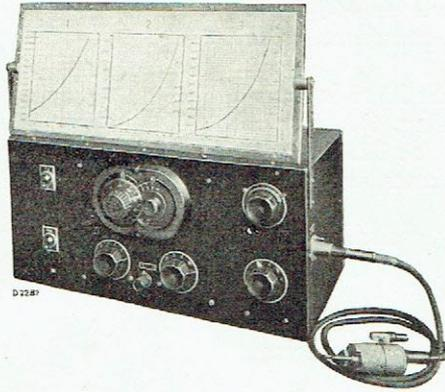

Fig. 3.
1. Un Oscillateur de service GM 2880 (Fig. 3).